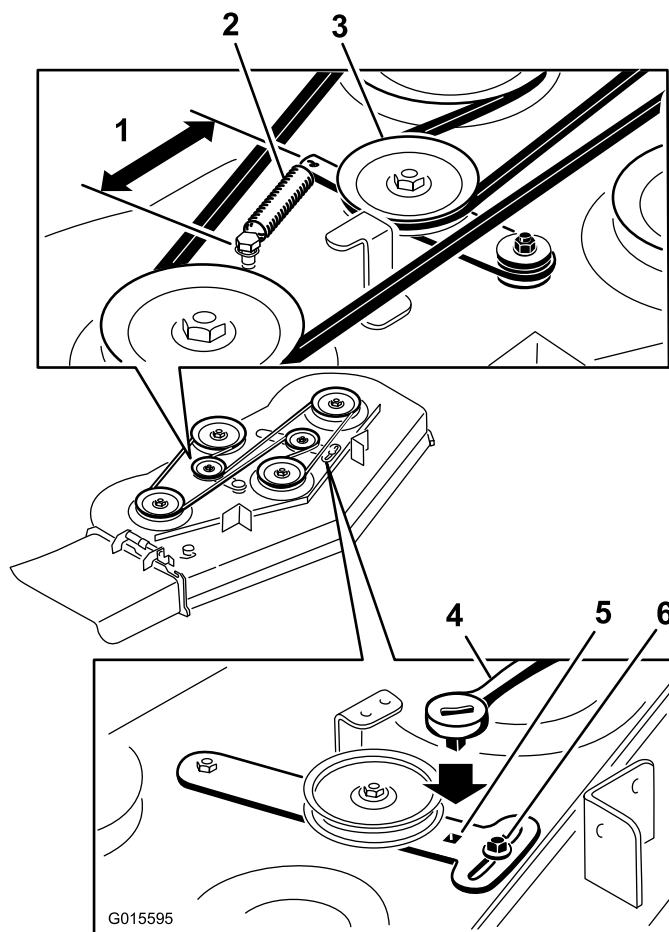
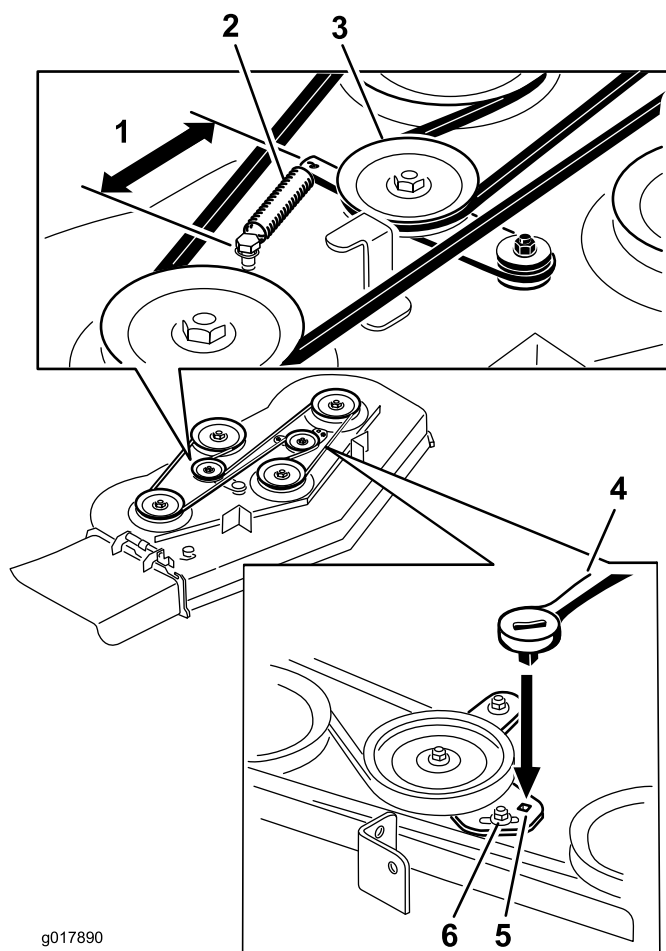

Figure 66
Figure 67
4. Desserrez la poulie de tension avant en desserrant l'écrou (Figure 66 et Figure 67).
5. Enlevez la courroie usée du plateau de coupe (Figure 66 et Figure 67).
6. Montez la courroie neuve sur les poulies du plateau de coupe et de la poulie d'embrayage (Figure 66 et Figure 67).
7. Avec un cliquet dans le bras de la poulie de tension, serrez la poulie de tension jusqu'à ce que le ressort soit tendu à 16,5 cm entre les crochets (Figure 66 et Figure 67).
8. Serrez la poulie de tension avant en serrant l'écrou (Figure 66 et Figure 67).